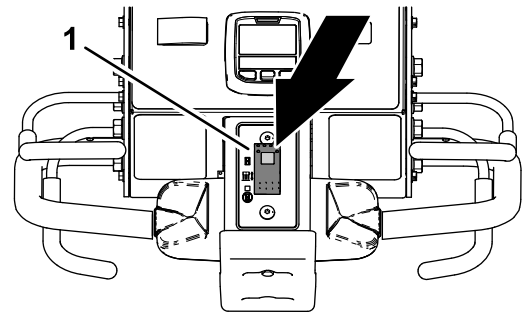

Figura 89
1. Apăsăți partea de sus a comutatorului de control al coborârii (Figura 89) în poziția COBORÂRE ÎNTÂRZIATĂ.